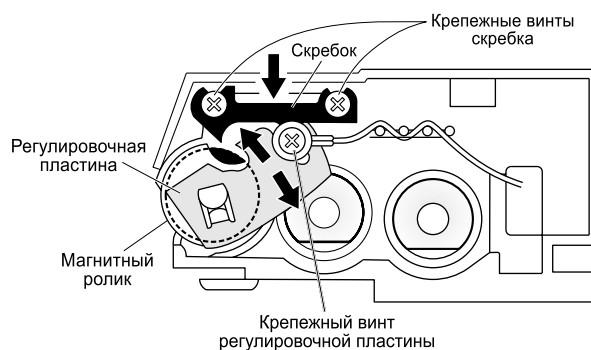
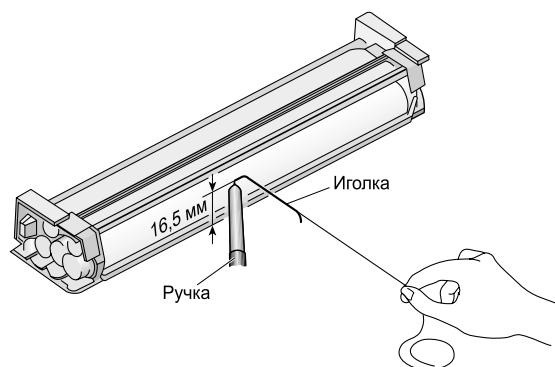

Рис. 8. Блок проявителя, вид сбоку
Рис. 9. Регулировка положения главного полюса магнитного ролика в блоке проявителя
- нажмите на скребок в направлении стрелки и затяните крепежные винты скребка с обеих сторон (рис. 8);
- отметьте ручкой на поверхности ролика место контакта иголки с поверхностью (см. рис. 9);
- убедитесь, что расстояние между отметкой и резервуаром проявителя составляет 16,5 мм (см. рис. 9). Если расстояние не равно 16,5 мм, ослабьте крепежный винт регулировочной пластины главного полюса и отрегулируйте полюс перемещением пластины в направлении стрелок (рис. 8);